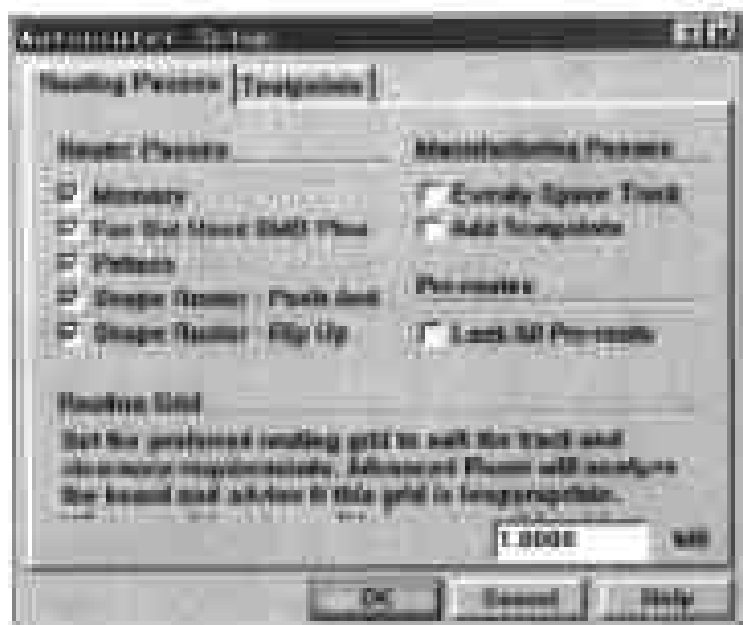

图 8-32 设置自动布线器的属性
(5) 设置好自动布线参数之后,就可以进行自动布线了。选择 Auto Routing > Setup,弹出如图 8-32 所示的对话框,供用户设置自动布线器的一些属性。
(6) 在对话框中单击 Routing Passes 标签,此时显示出的选项都是用来设置布线过程中的某些规则,这里对这些选项都取默认值。在对话框右下角的输入框中填入数值,设置布线格点值。
(7) 设置好各个选项后,单击 Testpoints 标签,在对话框中显示设置布线测试点的选